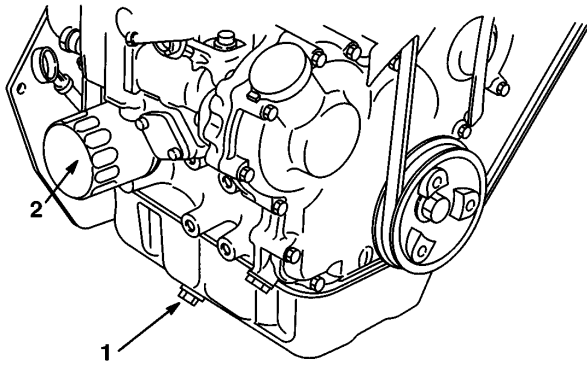

Figure 28
4. Placer un récipient sous l'ouverture de vidange. Dévisser le bouchon de vidange et laisser l'huile s'écouler complètement (Fig. 28).